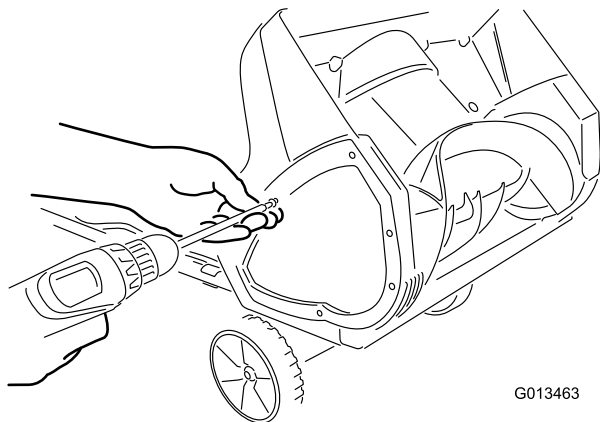

Figure 15
1. Retirez les vis qui fixent la plaque latérale droite au châssis de la machine (Figure 15).